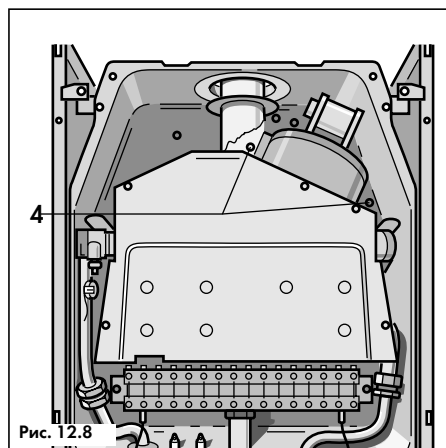

Рис. 12.8
- Вывинтить 2 винта (4, рис. 12.8) и снять вентилятор;